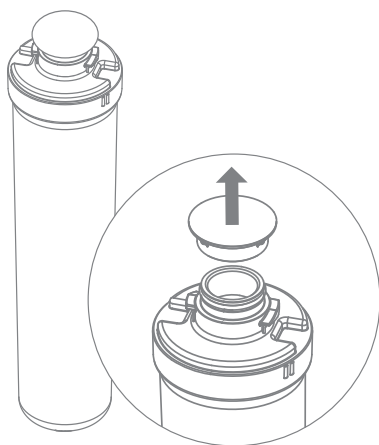

Рис. 20
3. Удалите защитные колпачки с картриджами (рис. 20).